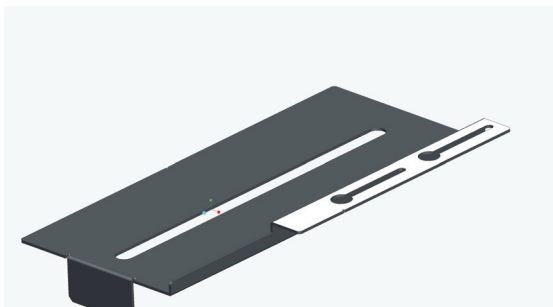

Bild 5.4 Optionaler Kameraeinsatz des Typs A für Festobjektivkamera
- Montieren Sie die Kamera mit Hilfe einer Kombination aus 4 mm- und 9 mm-Abstandhaltern am optionalen Kameraeinsatz des Typs A. (Verwenden Sie verschiedene Kombinationen der Abstandhalter, damit das Kameraobjektiv mittig im Fenster ausgerichtet ist.) Befestigen Sie die Kamera und den Abstandhalter mit der 1/4-20 x 5/8 Zoll-Schraube und der großen flachen Unterlegscheibe am Kameraeinsatz (siehe *Bild 5.4*).